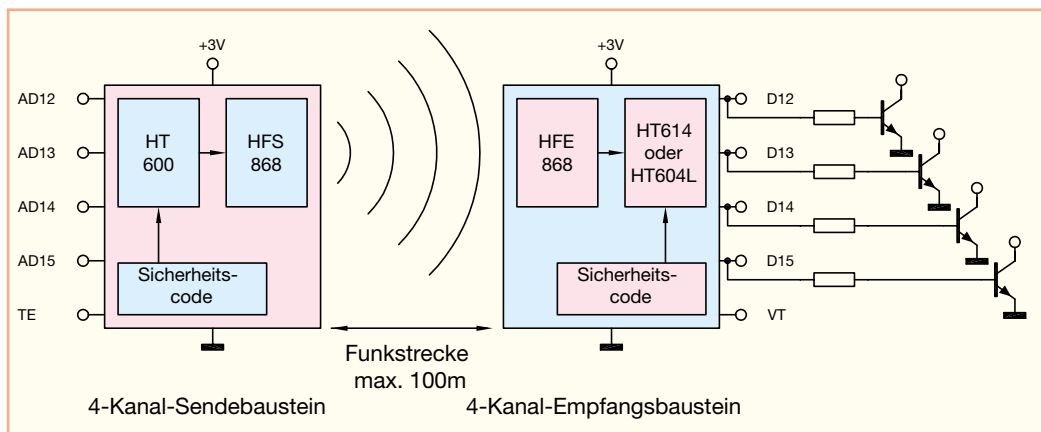

Bild 1: Blockschaltbild der 4-Kanal-HF-Schaltsignalübertragung
Abbildung 1 zeigt das Blockschaltbild des 4-Kanal-Schaltsignal-Übertragungssystemes. Am Sendebaustein wird eine universell wählbare Adresse eingestellt, und die Dateneingänge werden beschaltet. Je nach Einstellung beginnt die Datenübertragung automatisch mit Anlegen der Signale oder durch einen High-Pegel am Transmit-Enable-Eingang (TE). Das übertragene Datenpaket enthält sowohl die Adresse als auch Informationen der Dateneingänge. Diese Daten werden dann vom Empfangsbaustein empfangen und ausgewertet. Stimmt die übertragene Adresse mit der am Empfänger eingestellten überein, speichert dieser zunächst die Informationen über die Dateneingänge. Folgt nun ein weiteres identisches Datenpaket, schaltet der Empfänger die Ausgänge entsprechend den Eingängen am Senderbaustein durch. Um einen erfolgreichen Empfang zu identifizieren, wird der Ausgang VT auf High-Pegel geschaltet und eine LED leuchtet auf.
Die Abbildung 1 zeigt ebenfalls das Blockschaltbild des 4-Kanal-Empfangsbausteines. Das Empfangsmodul HFE 1 empfängt das Datensignal vom Sendebaustein und stellt dies als serielles Datenpaket an seinem Ausgang zur Verfügung. Dieses wird dann dem Decoderbaustein (je nach Bestückung HT 604L oder HT 614) zugeführt und von ihm ausgewertet. Ist am Decoder der gleiche Sicherheitscode (Adresse) wie am Sender eingestellt und die Daten werden zweimal hintereinander erfolgreich empfangen, dann nehmen die Datenausgänge ST 11 bis ST 14 des Empfangsbausteines die gleichen Zustände an wie die Dateneingänge am Sendebaustein. Diese Ausgänge sind allerdings nur in der Lage, einen Ausgangsstrom von 4 mA zu treiben. Damit auch größere Lasten geschaltet werden können, stehen zugehörige Open-Collector-Ausgänge (ST 21 bis ST 24) zur Verfügung. Zu beachten ist hier, dass diese Ausgänge invertiert sind, d. h. bei einem High-Pegel am Datenausgang ST 1x liegt der Open-Collector-Ausgang auf Masse, entsprechend „Low-Pegel“.